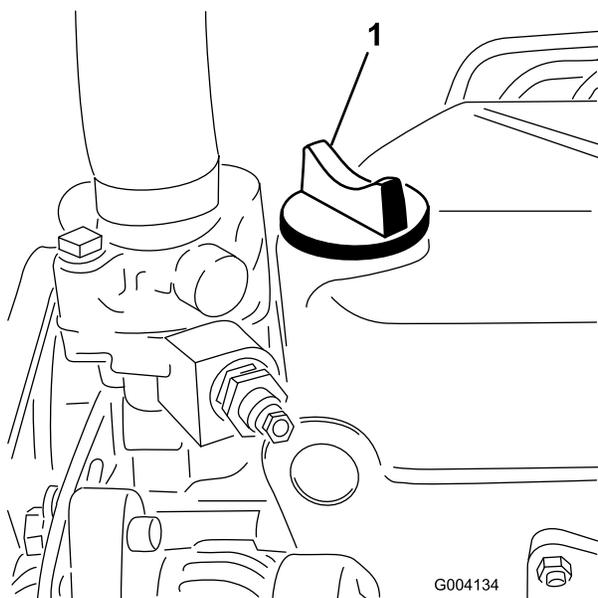

Рисунок 29
5. Если уровень масла ниже отметки Full (Полный), снимите крышку (Рисунок 29) и добавляйте масло до тех пор, пока его уровень не достигнет отметки Full (Полный).